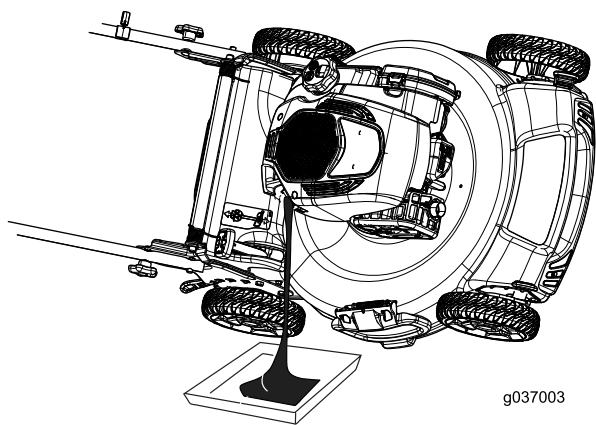

Рисунок 34
- Для слива отработанного масла через маслозаливную патрубку переверните машину набор воздушным фильтром вверх (Рисунок 34).